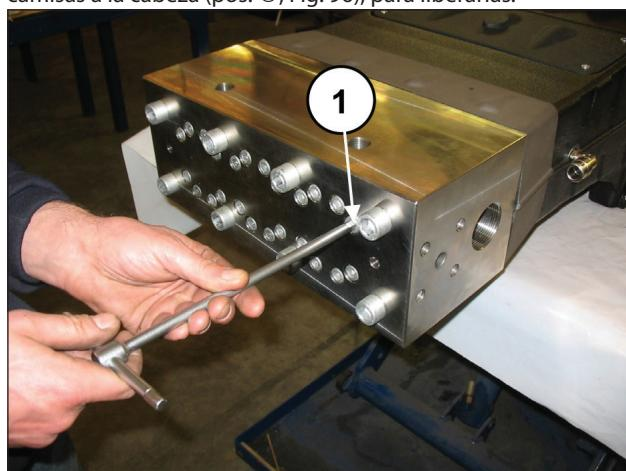
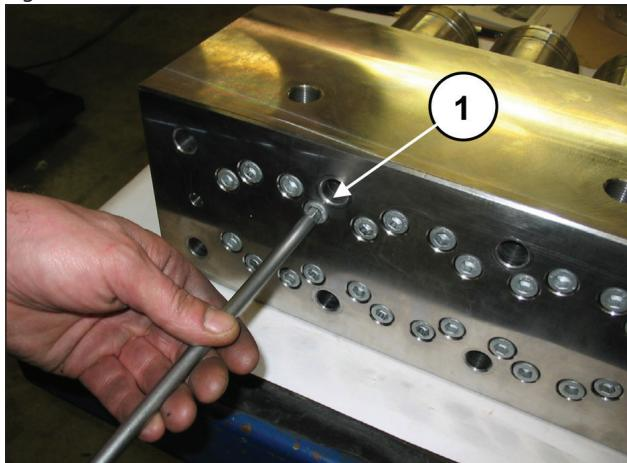
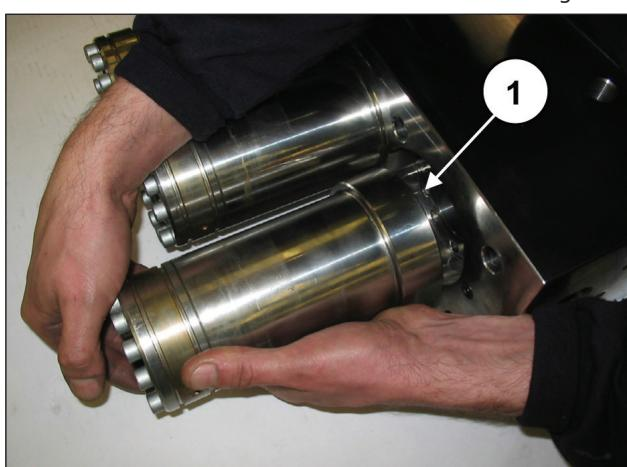

Fig. 96
Fig. 101
Fig. 102
Para extraer los grupos de válvula operar del siguiente modo: Aflojar, sin extraerlos, los tornillos M10x140 que fijan las camisas a la cabeza (pos. ①, Fig. 96), para liberarlas.
Extraer los tornillos M10x140 que fijan las camisas a la cabeza (pos. ①, Fig. 101) y extraer los grupos de camisas (pos. ①, Fig. 102).
Para extraer los grupos de pistón operar del siguiente modo: Desmontar la cabeza y el distanciador de las camisas del cárter de la bomba como se indica en el apart. 2.2.1 (de Fig. 96 a Fig. 102).